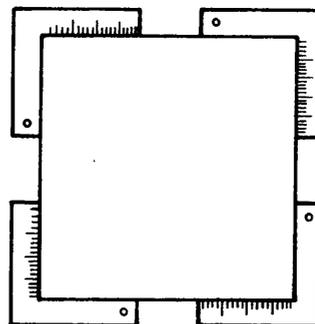

Fig. 8
b) Los cuatro ángulos están a escuadra (fig. 8). Se dice también que los cuatro ángulos son rectos, o que son de noventa grados ( $90^\circ$ ).